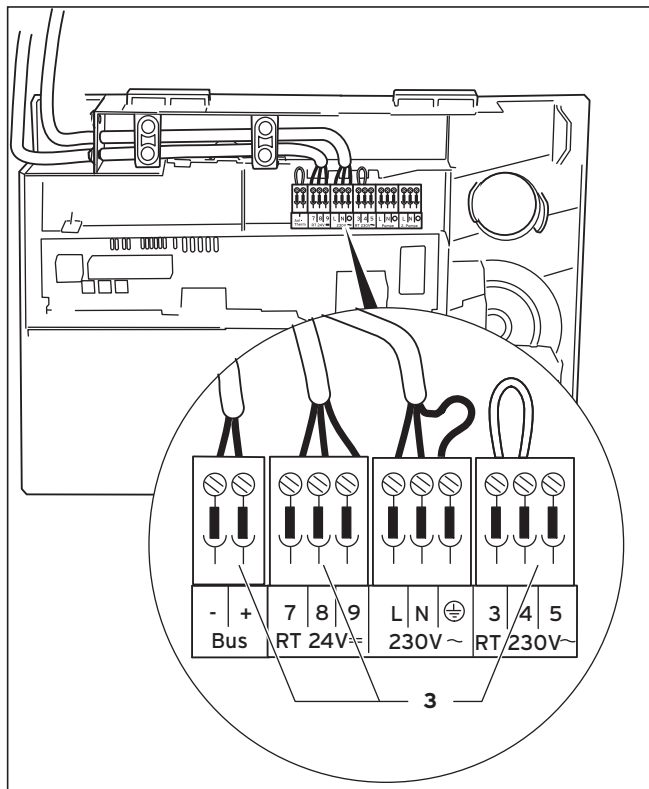

Fig. 5.7 Raccordement d'une régulation soumise aux conditions atmosphériques
- Posez les câbles requis jusqu'au bornier du boîtier de commande, comme illustré sur la Fig. 5.7.
- Branchez les câbles de raccordement conformément à la fig. 5.7 sur les connecteurs ou les emplacements d'enfilage ProE (3).